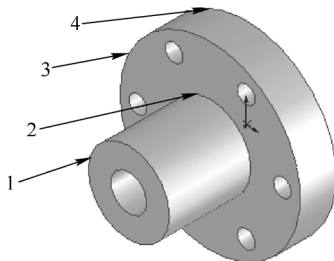
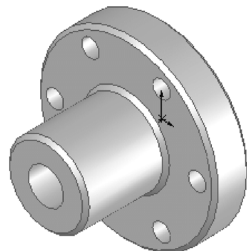

图 6-40 创建拉伸 3 特征
图 6-41 倒角后的图形
17) 设置视图方向。单击“标准视图”工具栏中的 (等轴测) 按钮, 将视图以等轴测方向显示, 创建的拉伸 3 特征如图 6-40 所示。
18) 倒角实体。单击“特征”控制面板中的 (倒角) 按钮, 系统弹出“倒角”属性管理器。在 (距离) 文本框中输入“2”, 然后单击选择图 6-40 所示的边线 1、边线 2、边线 3 和边线 4。单击 (确定) 按钮, 倒角后的图形如图 6-41 所示。